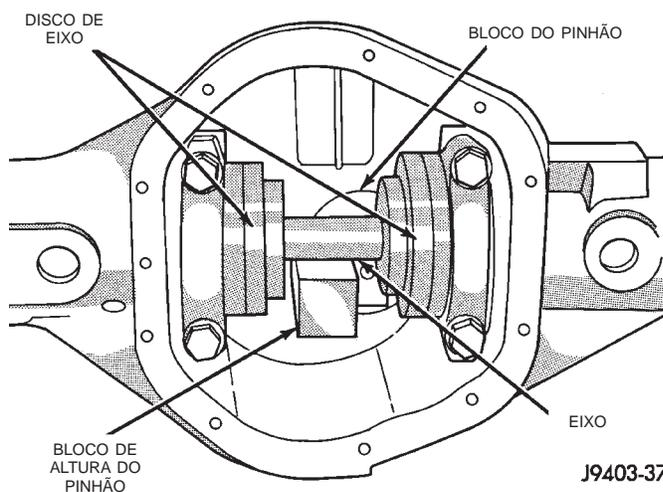

Fig. 44 Ferramentas do Indicador no Alojamento - Típico
(4) Posicione o Disco do Eixo 6927A no Eixo D-115-3 e encaixe-o nas subestruturas do mancal lateral da carcaça do eixo (Fig. 44). Instale as capas do mancal do diferencial nos Discos de Eixo e aperte os parafusos das capas. Consulte “Especificações de Torque”, nessa seção.
(5) Monte o Indicador de Quadrante C-3339 no Bloco Deslizador D-115-2 e prenda o parafuso do conjunto.
(6) Encaixe o Bloco Deslizador/Indicador de Quadrante na carcaça do eixo de modo que a sonda do indicador e o bloco deslizador estejam nivelados na superfície do bloco de altura do pinhão. Mantenha o bloco deslizador no lugar e zere a superfície do indi-